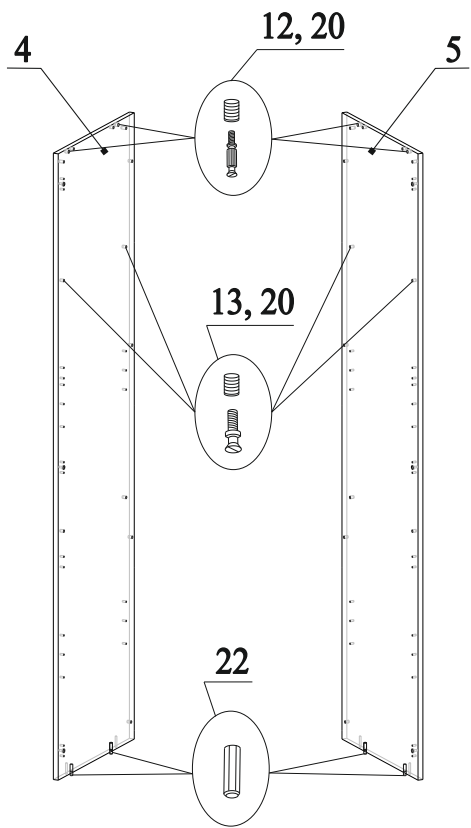

Рис.4
6. В отверстия на деталях 4 и 5 вбить муфты 20 и вкрутить в них дюбеля 12 (рис.4);
7. В отверстия на деталях 4 и 5 вбить муфты 20 и вкрутить в них дюбеля 13 (рис.4);
8. В нижний торец деталей 4 и 5 вставить шканты 22 (рис.4);